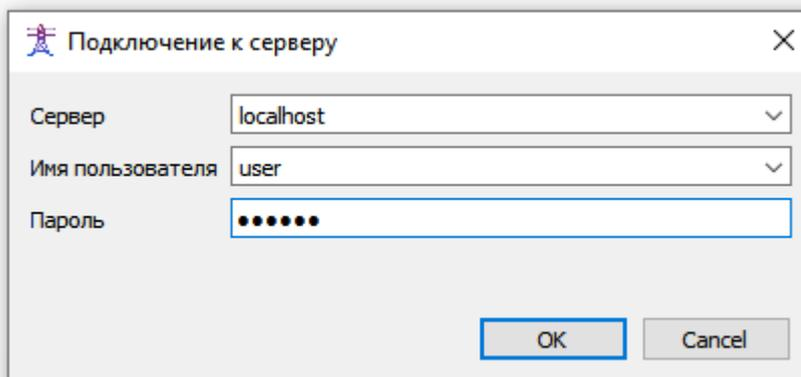

Рис. 4. Диалоговое окно подключения к серверу
5.3.2. Подключение к серверу выполняется выбором пункта меню «Файл» → «Подключиться к серверу...». При этом выводится диалоговое окно «Подключение к серверу», приведенное на Рис. 4.